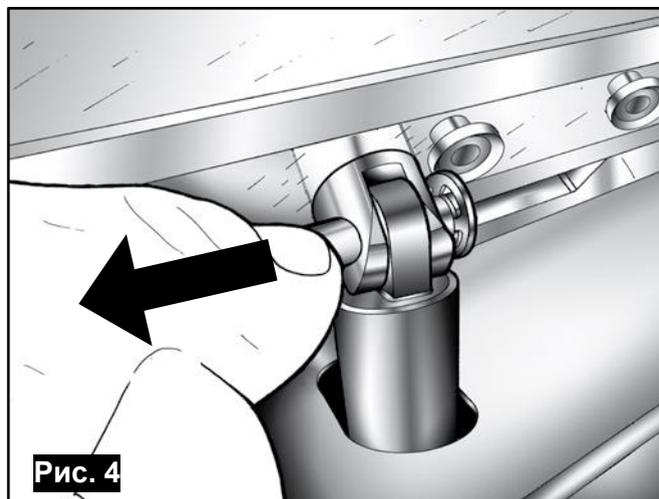

Рис. 4
- 3) Вытащите штифт, откиньте крышку назад и положите ее на подходящую опорную поверхность (Рис. 4).
- 1) Снимите заднюю панель, открутив два винта крестовой отверткой (Рис.4)